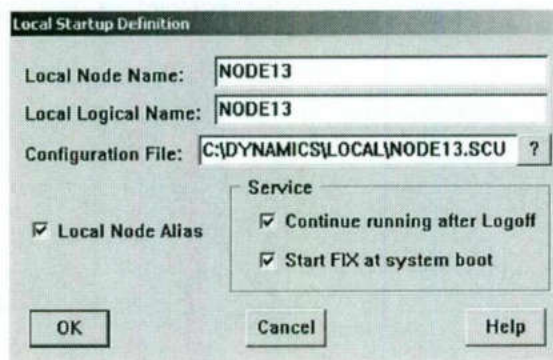

Figura 4-4: Configuración de Local Startup
- también puede habilitar iFIX como un servicio (vea la figura 4-4)